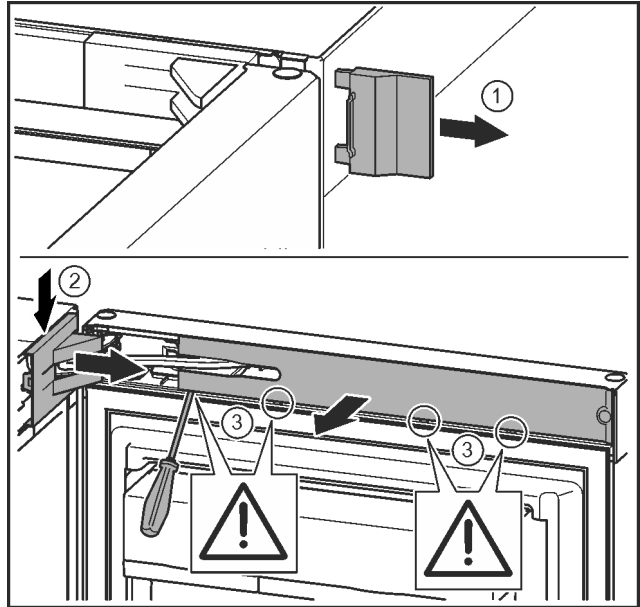

Fig. 9
- Retire la cubierta exterior. Fig. 9 (1)
- Desencaje y suelte la cubierta del soporte de cojinete. Retire la cubierta del soporte de cojinete. Fig. 9 (2)
- Desencaje el panel con el destornillador para tornillos de cabeza ranurada y gírelo lateralmente. Fig. 9 (3)